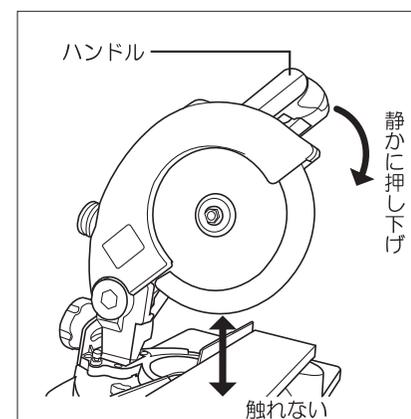

図12
- ノコ刃が材料に触れない状態でスイッチの引き金を引き、ノコ刃の回転が上昇し、回転が安定してからハンドルを静かに押し下げて、切断を始めてください。(図12参照)